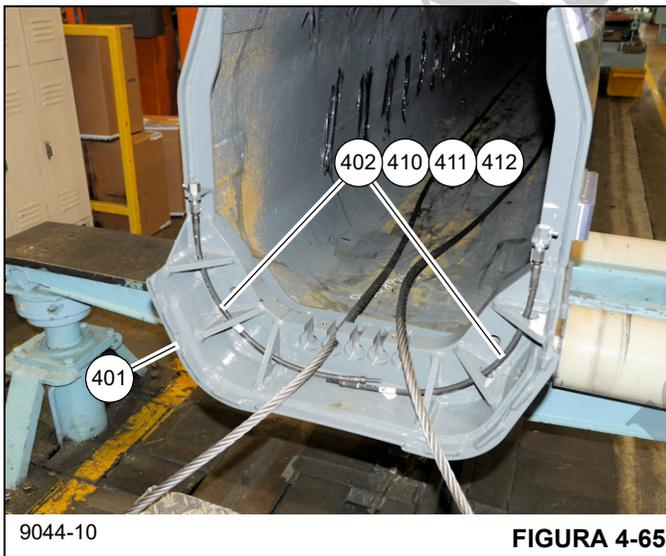

FIGURA 4-65
11. Instale a mangueira de graxa (402) e as conexões (410, 411, 412) na parte traseira do telescópio 3 (401). Certifique-se de que as graxeiras apontem para fora e as mangueiras passem pelos furos nos reforços do telescópio 3 (401) (consulte a Figura 4-65).
12. Aplique graxa multiuso nas partes internas superior, laterais e inferior do telescópio 3 (401) nas áreas em que as placas de desgaste dos cilindros telescópicos nº 1 (502) e nº 2 (501) vão encostar (consulte a Figura 4-65).
13. Pulverize graxa multiuso na parte externa do telescópio 3 (401). Medindo aproximadamente 1/4 da